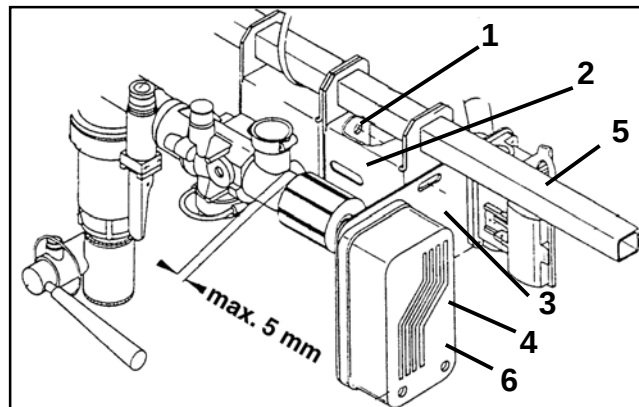
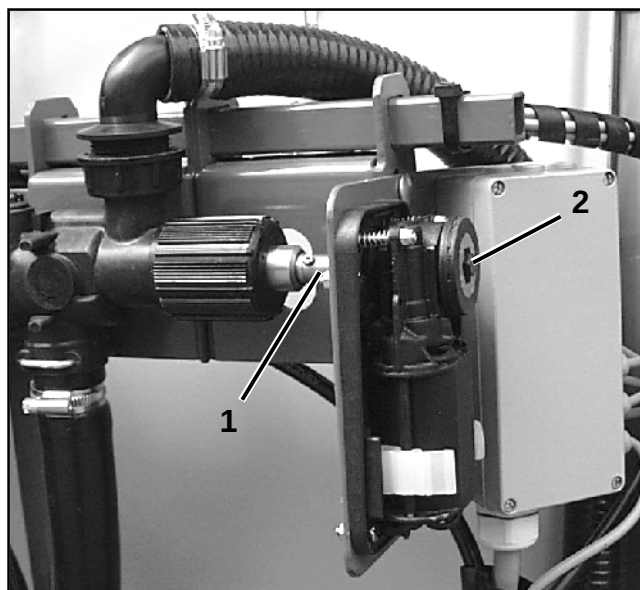

Fig. 9.12
Fig.9.13
- Reguleringsbeslaget med flangepladen (fig. 9.12/3) til elektromotoren (fig. 9.12/4) forskubbes til højre imod holderen (fig. 9.12/5), indtil elektromotoren og doseringsspindlen (fig. 9.13/1) til doseringsautomatikken ikke mere er i forbindelse med hinanden.
- Bolten (fig. 9.13/2) justeres med en "omgang".